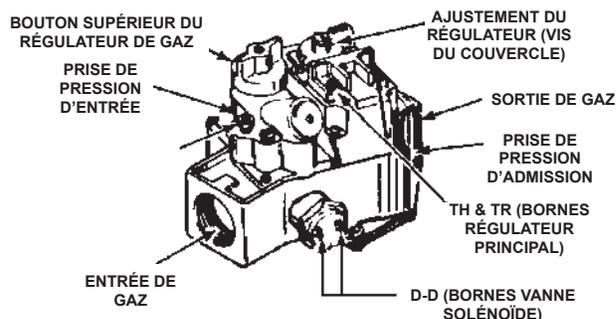

FIGURE 32.
La Figure 32 illustre les régulateurs de gaz combiné utilisés sur ces chauffe-eau.
2. Installer des manomètres pour la pression d'entrée du gaz, la pression d'admission, et la pression de gaz de la veilleuse, voir Figure 32 pour l'emplacement des ports de pression).